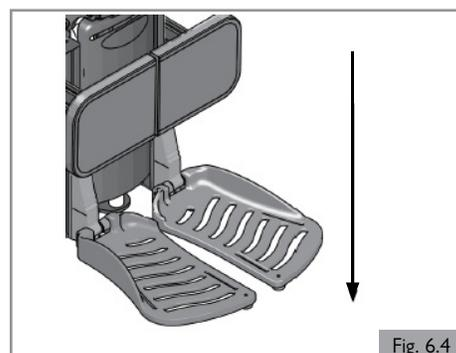

Fig. 6.4
#### Baje la placa para pies central (Fig. 6.4).
4. Empuje la palanca de mando hacia delante hasta que los reposapiés se apoyen completamente en el suelo. (Fig. 6.4)